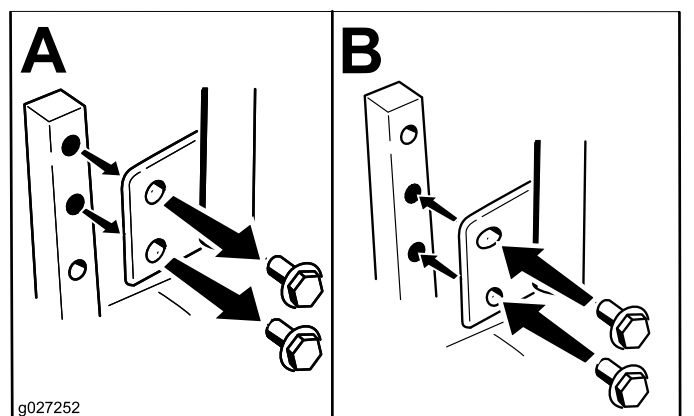

Figure 11
Vous pouvez ajuster la hauteur des leviers de commande de déplacement en fonction de votre taille (Figure 11).
- Desserrez le boulon inférieur jusqu'à ce qu'il soit possible de faire pivoter le levier de commande en avant ou en arrière (Figure 11).